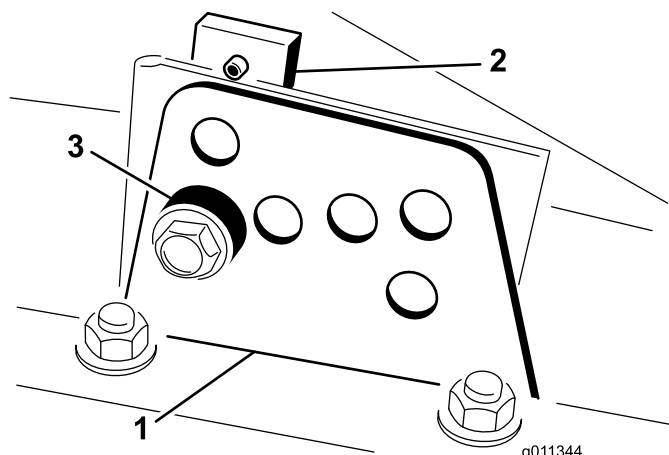

Figure 7
2. Desserrez le boulon qui fixe le support de hauteur de coupe à la plaque de hauteur de coupe (à l'avant et de chaque côté) (Figure 7).
4. Tout en supportant la chambre, déposez l'entretoise (Figure 7).